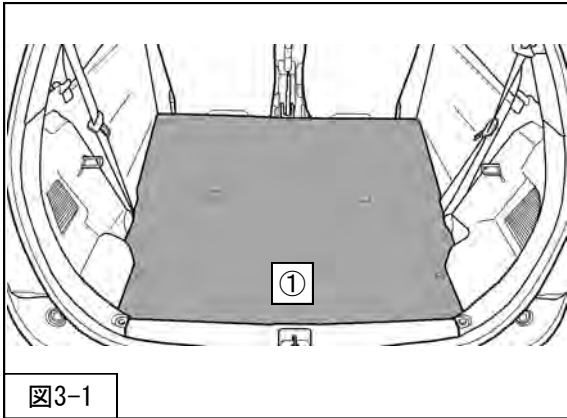
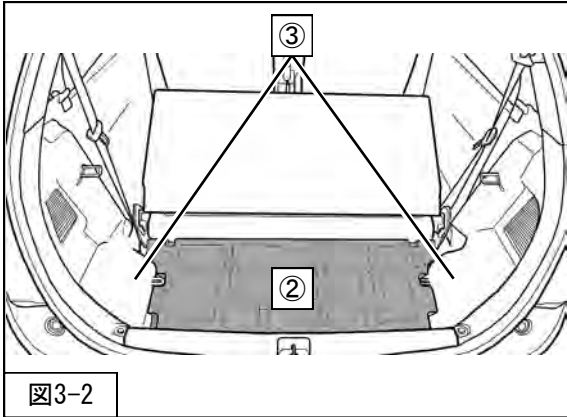
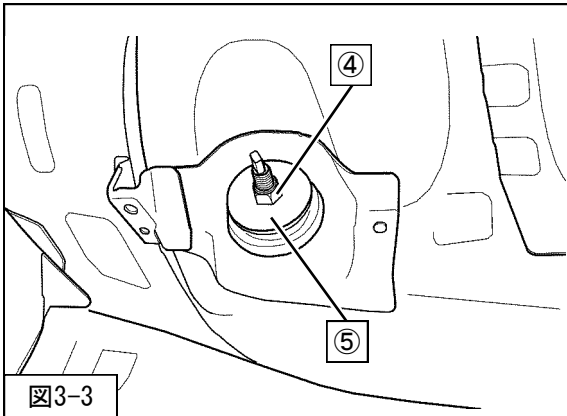

図3-1
図3-2
図3-3
2. ①トランクフロアカーペットをめぐってください。(図3-1)
3. ②トランクロアボックス
③クォーターロアトリムを取外してください。(図3-2)
4. ④リアショックアブソーバASSYアッパー取付ナット
⑤リアショックアブソーバアッパーワッシャを取外してください。(図3-3)
11. ①トランクフロアカーペットを元に戻してください。(図3-1)